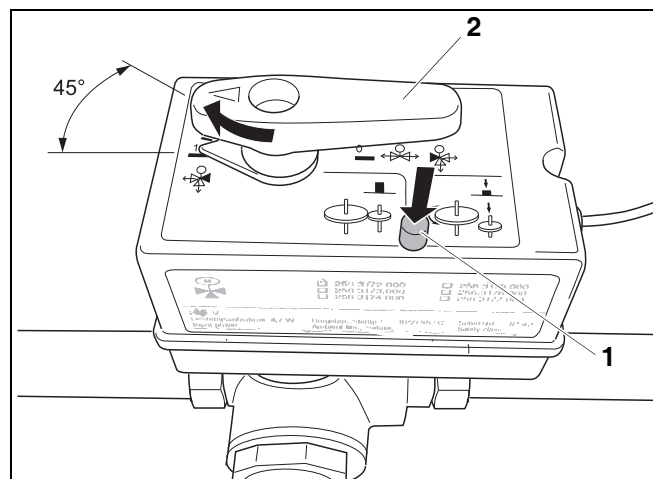

Fig. 60 Trevvejs-ventilen stilles på midterstillingen
- Hvis der er installeret en varmtvandsbeholder, skal den mekaniske kontakt på trevejs-ventilen stilles på midterstillingen (fig. 60). Hold tasten (fig. 60, pos. 1) nede, og drej armen 45° (fig. 60, pos. 2).